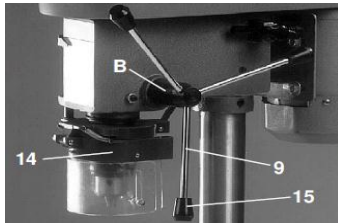

Рис.6
7.4. Вверните в цапфу В три рычага 9 с ручками 15 и убедитесь что шпиндель 14 подается этими рычагами на всю глубину и легко возвращается в исходное положение, см. Рис. 6